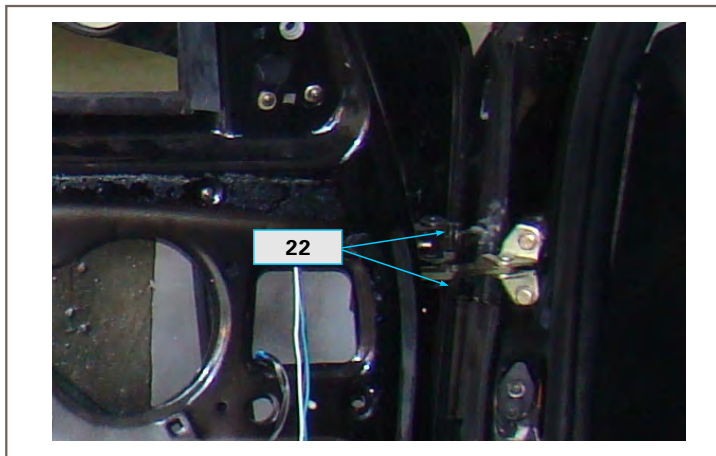

图10-47 拆车门限位器
⑨卸下限位器的两个连接螺钉22，取出车门限位器。（如图10-47所示）。